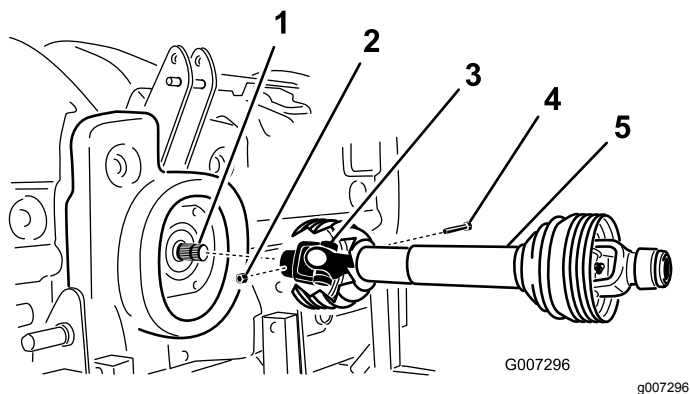

図 11
2. PTO シャフトをギアボックスの入力シャフトに固定するボルト ½ x 3.00" とナット ½" を使用する 図 11。